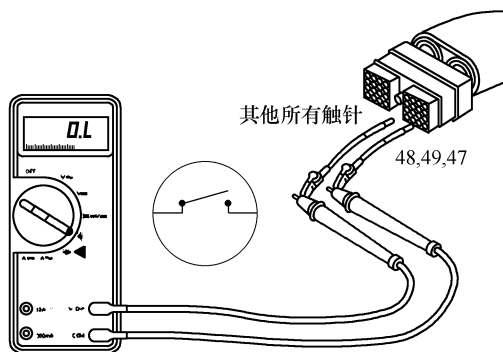
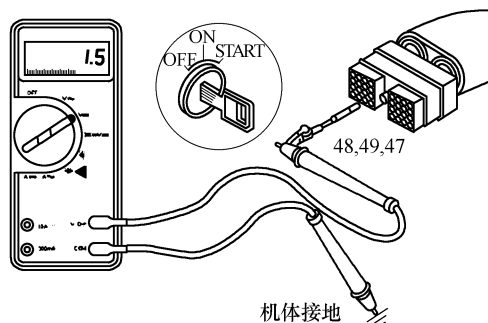

图 4-90 测量触针 48、49、47 与该
图 4-91 测量触针 48、49、47 与机体间的电压
(4) 检查触针之间是否短路
① 从踏板总成的 OEM 线束上断开加速踏板位置传感器。
② 分别测量加速踏板位置传感器插头触针 48、49、47 与该插头中其他所有触针之间的电阻,如图 4-90 所示,电阻均应大于 $100k\Omega$,即均显示开路。如果电阻不合格,应维修 OEM 线束。
(5) 检查外部电源是否短路
① 从踏板总成的 OEM 线束上断开加速踏板位置传感器线束插头。
② 打开钥匙开关,分别测量传感器插头触针 48、49、47 与机体间的电压(图 4-91),应为 $1.5V$ 或更小。